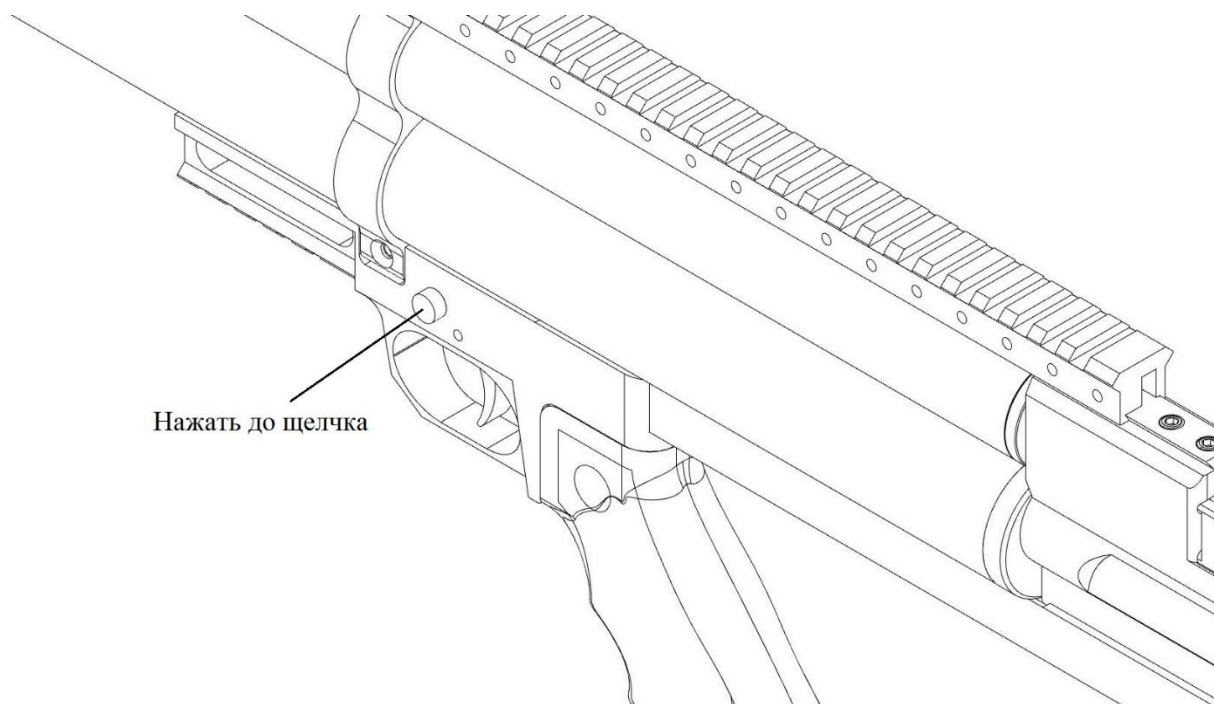

Рисунок 3.
- Поставить винтовку на предохранитель путем нажатия на него до щелчка, так, чтобы красная отметка ушла в корпус рукояти (Рисунок 3).